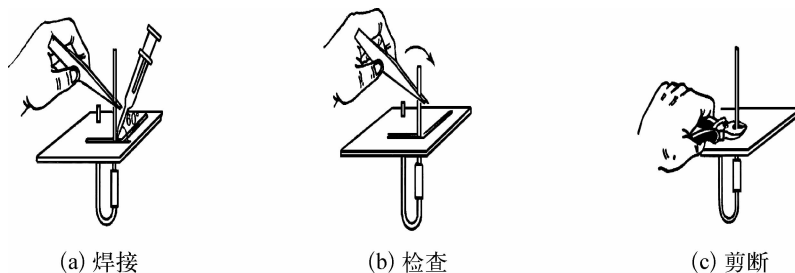

图 1-2-16 焊接操作
② 焊接基本操作要领：如图 1-2-16 所示，右手持电烙铁，左手用尖嘴钳或镊子夹持元件或导线。焊接前，电烙铁要充分预热。烙铁头刃面上要吃锡，即带上一定量焊锡；认准焊点位置，烙铁头和焊锡丝靠近，处于随时可焊接的状态，将烙铁头刃面紧贴在焊点处，电烙铁与水平面大约成 60° 角。以便于熔化的锡从烙铁头上流到焊点上；焊锡丝放在工件上，烙铁头在焊点处停留的时间控制在 $2\sim 3\text{ s}$ ，焊锡熔化范围达到要求后，以 45° 角方向移开烙铁头，此时焊点圆滑光亮；经过检查焊点牢固接触良好后，再沿焊点水平切面剪去多